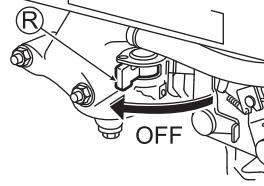

Abb. 15
- Stellen Sie den Kraftstoffhahn (R) auf "OFF" (AUS). (Siehe Abb. 15)